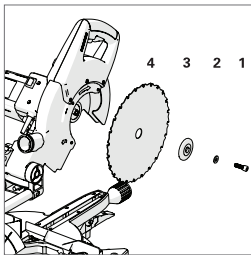

Abb. 40
- Lösen Sie die Dornschraube mit dem mitgelieferten Sechskantschlüssel und nehmen Sie die Unterlegscheibe, den äußeren Blattflansch und das Sägeblatt vom Dorn. (**Abb. 40**)